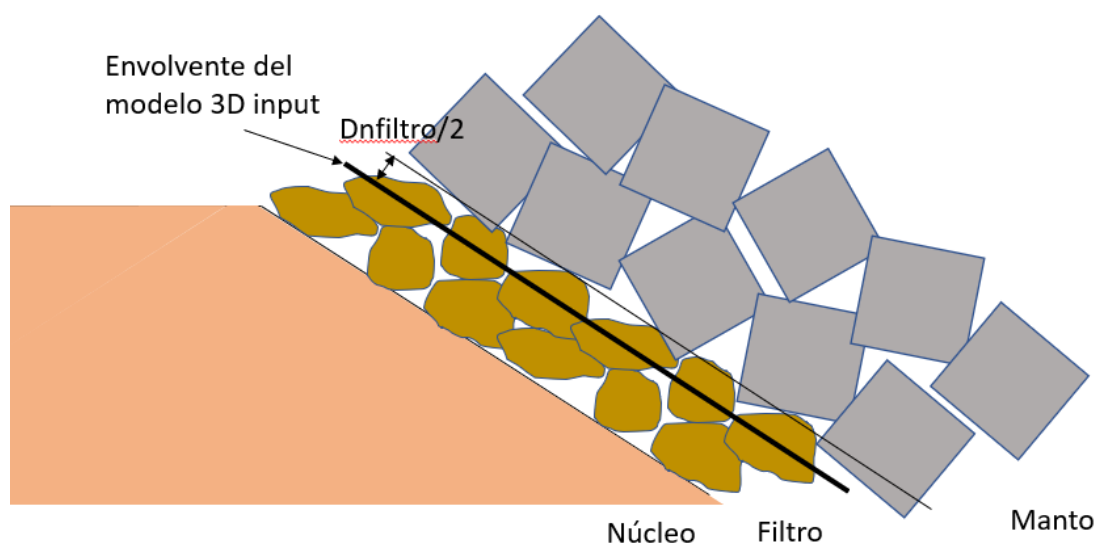

Figura 3. Modelo 3D input.
- REBECOS genera automáticamente la última capa de filtro, por lo que el modelo 3D que se importa debe estar desplazado la mitad del diámetro nominal del filtro respecto al plano que separa el filtro del manto (ver Figura 3). De este modo, al generar el filtro, la capa exterior del mismo será coincidente con el plano de separación filtro-manto. Por tanto, el modelo 3D que se importa es un “pseudo-filtro”. Esta capa de filtro tiene un coeficiente de fricción estática de 0.6 y de fricción dinámica de 0.5.